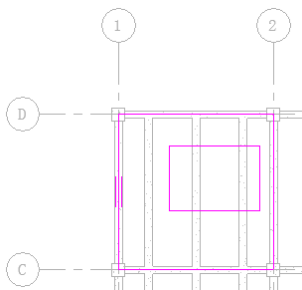

图 6-27 编辑边界
(4) 使用可用草图工具进行任何必要的修改。可以在边界内绘制闭合环, 以在梁系统中剪切出一个洞口, 如图 6-27 所示。